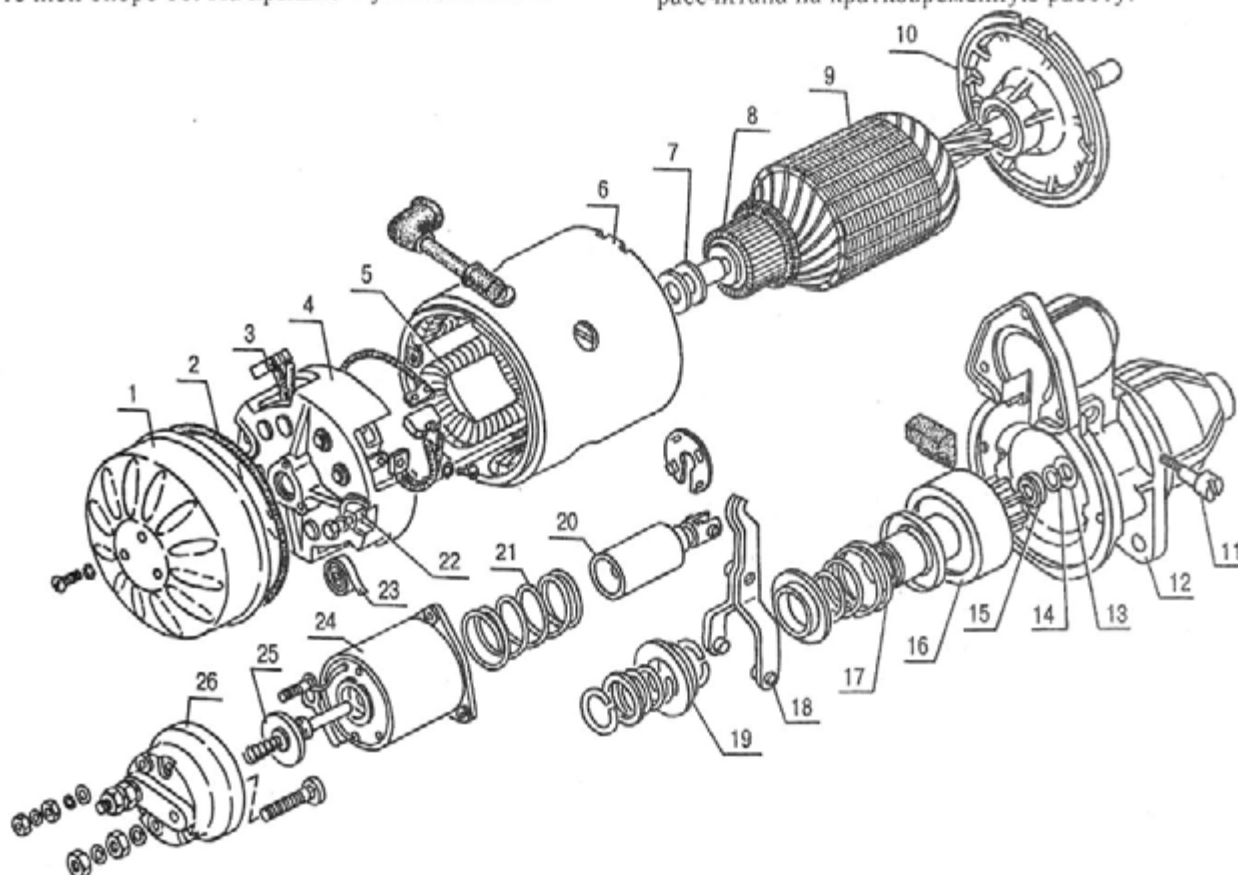
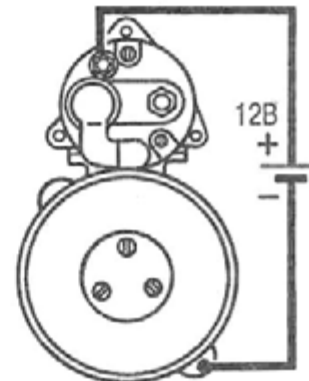
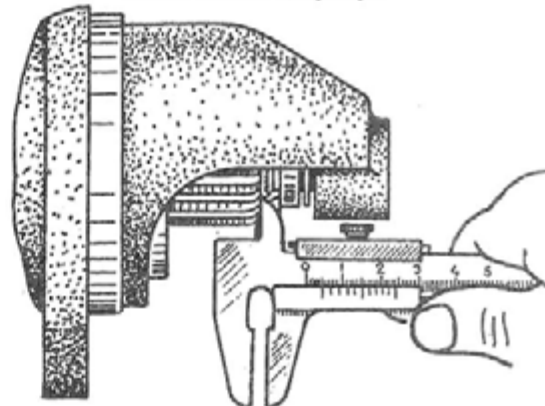

Рис. 108. Стартер:
Рис. 112. Схема проверки регулировки выключателя стартера
Рис. 113. Замер зазора от торца шестерни до чашки упорного кольца при полностью втянутом якоря тягового реле
Пуск двигателя осуществляется стартером СТ230-Б4 с электромагнитным тяговым реле. Стартер (рис. 108) установлен, с левой стороны двигателя и крепится к картеру сцепления. Он представляет собой четырехполюсный четырехщеточный электродвигатель постоянного тока. Вал стартера вращается по часовой стрелке (со стороны привода). Якорь 9 стартера состоит из вала, железного пакета, обмотки и коллектора 8. Вал вращается в трех бронзографитовых подшипниках, установленных в крышках 4 и 12 корпуса 6 и в промежуточной опоре 10. На крышке 4 установлены четы-
снять защитный колпак 1 (см. рис. 108);
- упорную втулку 13 (см. рис. 108) следует надевать на вал якоря со стороны привода буртиком в сторону пружинного кольца;
Проверить полный вылет шестерни при включенном тяговом реле. Для этого включить тяговое реле, как показано на рис. 112. Расстояние между торцом шестерни и упором должно быть 3...5 мм (рис. 113). Этот зазор регулируют, поворачивая ось 11 (см. рис. 108) рычага привода. После регулировки затянуть гайку оси, придерживая ось от поворота.